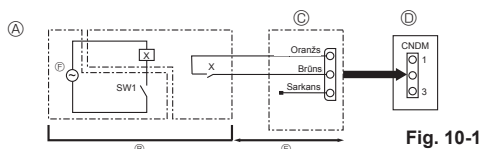

Fig. 10-1
10.1. Zema trokšņa līmeņa režīms (modifikācija objektā) (Fig. 10-1)